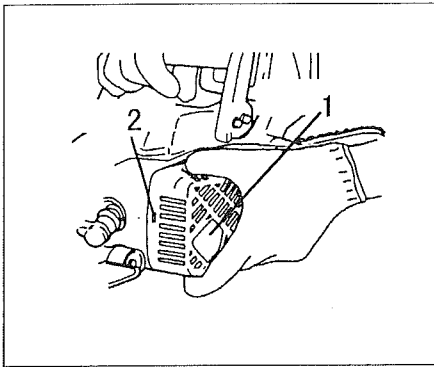
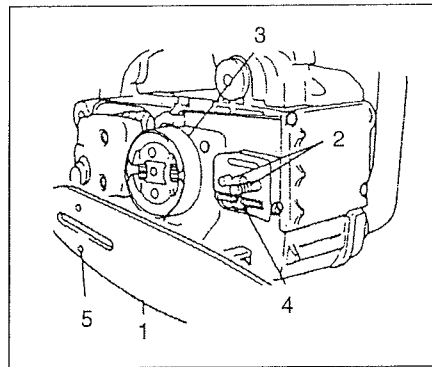

Fig.1-1
Fig.1-2
2. Remove the side case (1) as pinching the rear part of the side case (1) . (Fig. 1-1)
3. Install the chain bar (1) onto the bolts (2), then push it toward the sprocket (3) as far as it will go. Make sure that the boss of chain tension adjust bolt (4) fits into the hole of the bar (5). (Fig. 1-2)
6. Install the side case (1) onto the guide bar clamp bolts after inserting it on the alignment / locking tab on the engine case (2). (Fig. 1-1) Then fix the clamp nut temporarily.
2. Retirer le carter latéral (1) en tenant la partie arrière du carter latéral (1). (Fig. 1-1)
3. Installer le guide-chaîne (1) sur les tiges filetées (2), puis le pousser au maximum vers le pignon (3). S'assurer que l'ergot du boulon de réglage de tension de la chaîne (4) s'adapte correctement dans le trou du guide-chaîne (5). (Fig.1-2)
6. Installer le carter latéral (1) sur les tiges filetées (2) de serrage du guide-chaîne après l'avoir introduit sur le dispositif d'alignement et de verrouillage qui se trouve sur le carter du moteur (2). (Fig. 1-1)
2. Rimuovere il carter laterale (1) schiacciando la parte posteriore del carter laterale (1), (Fig. 1-1)
3. Installare la barra catena (1) sui bulloni (2) e quindi spingerla verso il pignone (3) il più possibile. Assicurarsi che il perno del bullone di regolazione della tensione catena (4) entri nel foro sulla barra (5). (Fig. 1-2)
6. Installare il carter laterale (1) sui bulloni di fissaggio della barra catena dopo averlo inserito sulla linguetta di allineamento/blocco sul carter del motore (2). (Fig. 1-1)
2. Das Seitengehäuse (1) durch Zusammendrücken des hinteren Teils des Seitengehäuses (1) entfernen. (Fig. 1-1)
- \* Die Anschlagsspitze (1) (Falls vorhanden) mit den beiden Schrauben an das Werkzeug montieren. (Fig. 1-1 B)
3. Die Schiene (1) auf die Gewindebolzen (2) stecken und dann so weit wie möglich gegen das Kettenrad (3) drücken. Sicherstellen, daß die Nase der Kettenspannungseinstellschraube (4) in die Bohrung der Schiene (5) greift (Fig. 1-2)
6. Das Seitengehäuse (1) auf den Ausricht-/Sperrzapfen am Motorgehäuse (2) stecken und an die Schienenklemmschrauben montieren. (Fig. 1-1)
2. Quite la tapa lateral (1), apretando parte trasera de la tapa lateral (1). (Fig. 1-1)
- \* Instale la defensa de escarpia equipada (1) (Si lo tiene equipado) a la unidad con 2 tornillos. (Fig. 1-1 B)
3. Instale la barra de cadena (1) en los tornillos (2), luego, empujela hacia la rueda dentada (3) lo más lejos posible. Asegúrese de que la cabecilla del tornillo (4) de ajuste de tensión de cadena está fija en el agujero de la barra (5). (Fig. 1-2)
6. Instalar la caja lateral (1) sobre el tornillo de fijación de la barra, después de insertarla en el alineamiento de la lengüeta de cierre que está sobre la caja del motor (2). (Fig. 1-1)
2. Tag bort kedjedrevskåpan (1) genom att hålla dess bakre del (1) med handen. (fig. 1-1)
- \* Montera det medföljande, pliggförsedda barkstödet (1) (Om sådana finns) på enheten med de två skruvarna. (Fig. 1-1 B)
3. Montera svärdet (1) på svärdsbultarna (2), och skjut in det mot kjedjedrevet (3) så långt som det går.
Kontrollera att tappen för kedjespännarens justerskruv(4) passas i i hålet i svärdet (5). (Fig. 1-2)
6. Passa in kedjedrevskåpan(1) i positionshålet i bakkanten på motorkåpan (2) och montera den på svärdsbultarna. (Fig. 1-1)